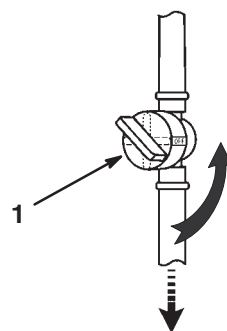

Figure 32
6. Fermez le robinet d'arrivée de carburant (Fig. 32).